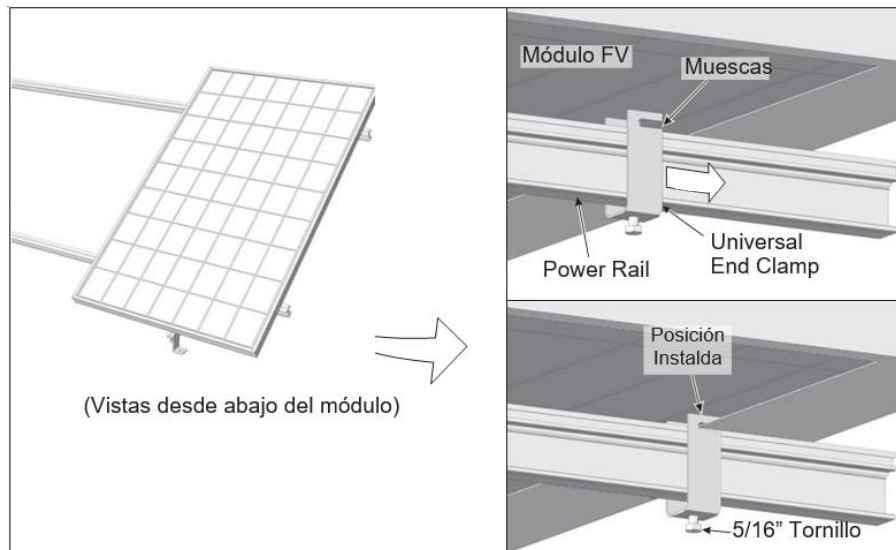

Figura 9-8: Instalación de módulos FV con End Clamps Universales
- B. Coloque la abrazadera de extremo universal debajo del módulo con las muescas hacia el borde exterior del módulo y el riel centrado entre las "horquillas" de la abrazadera. Deslice las muescas de la abrazadera hacia el marco del módulo hasta que el marco toque fondo en las muescas. Apriete el perno de 5/16" en la parte inferior de la abrazadera de extremo universal. Apriete a 6 pies - libras. Repita para ambas abrazaderas de extremo. (Vea la Figura 9-8)